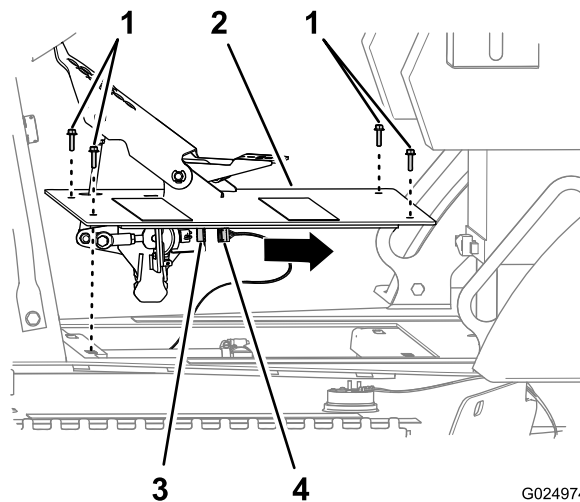

Figura 110
1. Retire los 4 pernos de cabeza hexagonal con arandela prensada que sujetan el conjunto del pedal de tracción al chasis de la máquina (Figura 110).
2. Desconecte el conector hembra de 6 vías del arnés de la máquina del conector de 6 pines del sensor del pedal de tracción (Figura 110).
3. Retire el conjunto del pedal de tracción de la máquina (Figura 110).
1. Conecte el conector hembra de 6 vías del arnés de la máquina al conector de 6 pines del sensor del pedal de tracción (Figura 110).
2. Alinee los taladros de la placa del conjunto del pedal de tracción con los taladros del chasis de la máquina (Figura 110).
3. Sujete el conjunto del pedal de tracción al chasis de la máquina con los 4 pernos de cabeza hexagonal con arandela prensada (6 x 25 mm); consulte la Figura 110.